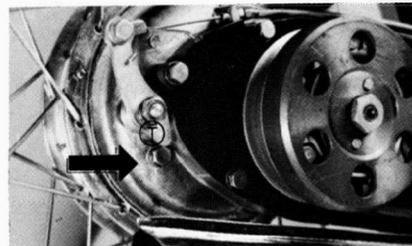

Fig. 22
Para verificar el nivel de aceite desenroscar el tapón (T) (fig. 22), el líquido deberá permanecer a la altura del taladro.